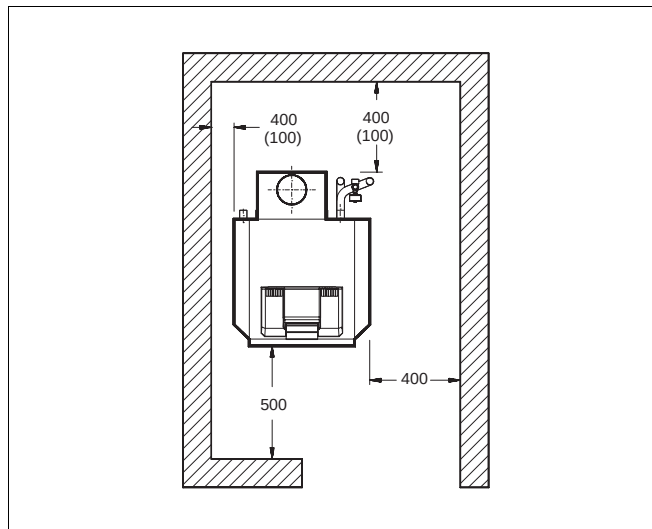

Fig. 5 Chaufferie
- Respecter les mesures minimales (mesures entre guimets) lorsque vous placez la chaudière. Pour faciliter les travaux de montage, d'entretien et de service, il est recommandé de choisir les distances indiquées par rapport au mur, (fig. 5).